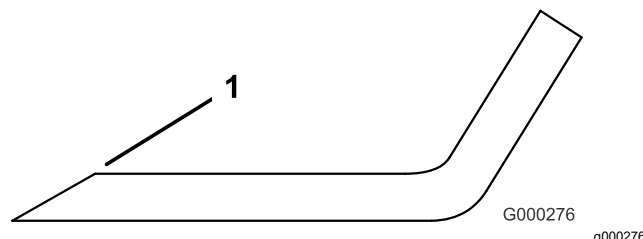

Figure 93
3. Examinez les tranchants de toutes les lames et aiguissez-les s'ils sont émoussés ou ébréchés (Figure 93).
Remarque: N'aiguissez que le haut du tranchant et conservez l'angle de coupe d'origine pour obtenir une coupe nette (Figure 93). Limez la même quantité de métal sur les deux tranchants pour ne pas déséquilibrer la lame.